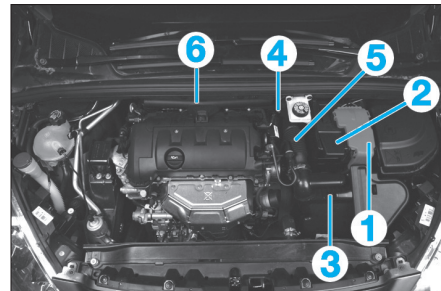

Fig. 65
- le boîtier de raccordement batterie (1) (Fig.65),
- le cache de batterie (2),
- le résonateur d'air (3),
- la vis (4),
- le raccord d'entrée d'air (5),
- le couvercle du filtre à air (6),